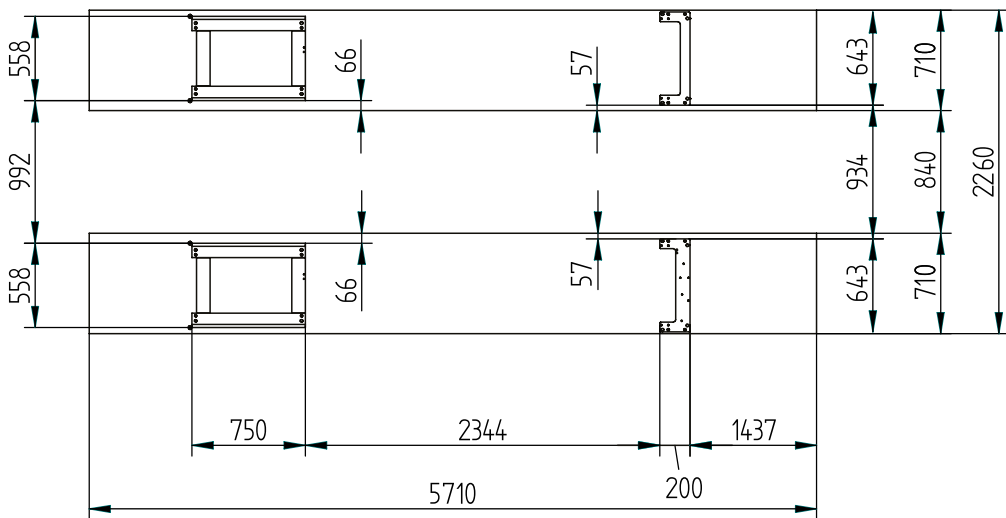

Fig. 20
- Verificare che le pedane siano parallele, in squadra e con distanza interna bordi guida traversa pari alla quota A (Fig. 20): se questo non fosse, agire opportunamente sulle basi mantenendone l'allineamento e la distanza longitudinale;
- Portare a terra le pedane e ricontrollare la distanza A (Fig. 20);
- **Verificare la planarità sulle piastre di appoggio (1) e (2).**
- **Se necessario agire sulle viti di registro (3) e provvedere ad un adeguato spessoramento delle piastre (1) e (2).**
- **Al termine della regolazione serrare i controdadi (4) delle viti (3).**
- Ensure that platforms are parallel one to each other, squared and have an inner distance between rail edges of A (Fig. 20). If not, adjust bases still keeping their alignment and longitudinal distance.
- Move platforms down to the ground and check that inner distance is A (Fig.20) .
- Check planarity on the support plates (1) and (2).
- If necessary, operate on the adjustment screws (3) and provide appropriate shims for the plates (1) and (2).
- After the adjustment, tighten the lock nuts (4) of screws (3).
- Sicherstellen, dass die Fahrschienen parallel zueinander ausgerichtet und im Winkelspiegel sind, und einem Innenabstand der Heberführungsänder von A (Abb. 20) aufweisen: Sollte dem nicht so sein, die Untergestelle dementsprechend verstellen, wobei
- Die Fahrschienen auf den Boden absenken und den Abstand von A (Abb.20) erneut überprüfen.
- Überprüfen Sie die Ebenheit auf den Auflageplatten (1) und (2).
- Betätigen Sie ggf. die Einstellschrauben (3) und unterlegen Sie entsprechend die Platten (1) und (2).
- Ziehen Sie nach der Einstellung die Kontermuttern (4) und die Schrauben (3) fest.
- Vérifier que les chemins de roulement sont parallèles, d'équerre et à une distance interne des bords glissière poutre de A (Fig. 20) : dans le cas contraire, intervenir sur les bases en maintenant
- Porter les chemins de roulement au sol et reconstrôler la distance A (Fig.20).
- Vérifier la planéité sur les plaques d'appui (1) et (2).
- Le cas échéant, intervenir sur les vis de réglage (3) et veiller à ce que les plaques (1) et (2) soient dûment calées.
- À la fin du réglage, serrer les contre-écrous (4) des vis (3).
- Comprobar que las plataformas estén paralelas, perpendiculares y con distancia interior de los bordes guía travesaño igual a A (Fig. 20); de lo contrario, mover las plataformas manteniendo la alineación y la distancia longitudinal;
- Colocar las plataformas a nivel del pavimento y controlar la distancia de A (Fig.20);
- Compruebe la planitud de las placas de soporte (1) y (2).
- Si es necesario, intervenga los tornillos de ajuste (3) y calce adecuadamente las placas (1) y (2).
- Una vez completado el ajuste, apriete las contratueras (4) de los tornillos (3).